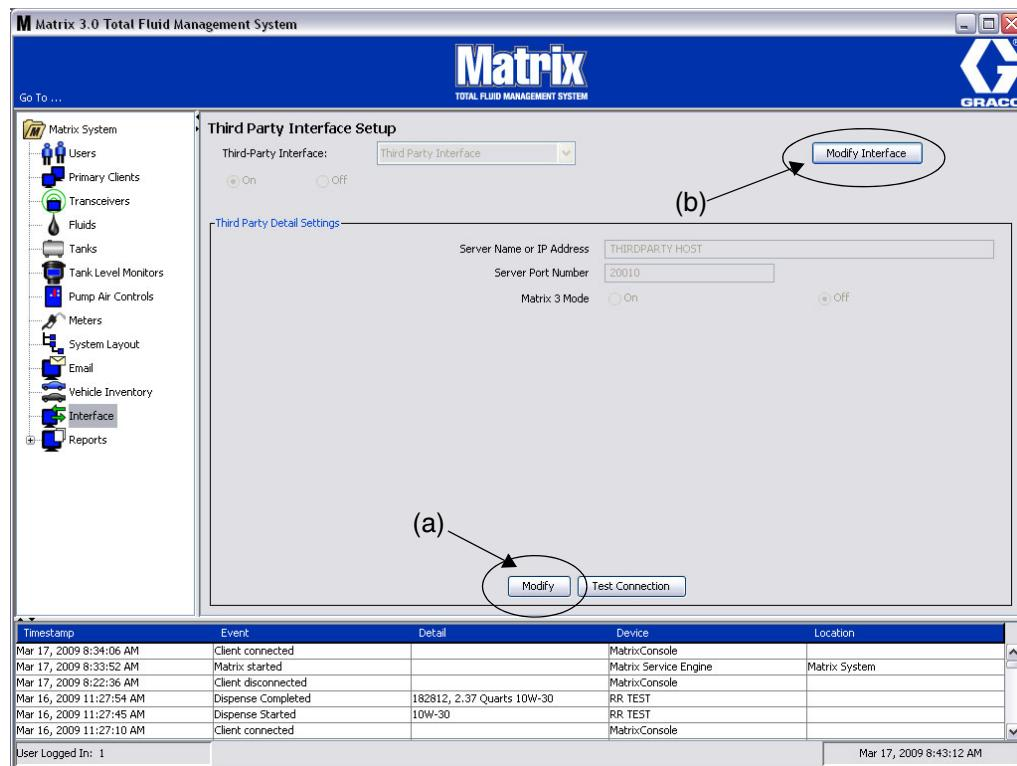
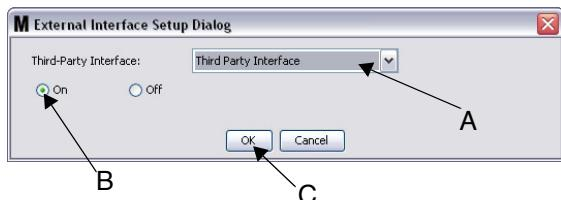

Рис. 162
Рис. 164 Диалоговое окно «External Interface Setup» [Настройка внешнего интерфейса]
- Нажмите кнопку «**Modify**» [Изменить] (а) (Рис. 162 на стр.118), чтобы отобразить диалоговое окно «External Interface Setup» [Настройка внешнего интерфейса].
1. Нажмите кнопку «**Modify Interface**» [Изменить интерфейс] (б) (Рис. 162). Появится диалоговое окно «External Interface Setup» [Настройка внешнего интерфейса] (Рис. 164). Это диалоговое окно используется для настройки стороннего интерфейса.
2. Выберите сторонний интерфейс из раскрывающегося меню (А – Рис. 164).
3. Установите переключатель «**ON**» [ВКЛ] (В – Рис. 164). Параметр «Third Party Interface» [Сторонний интерфейс] позволяет Matrix использовать сторонний интерфейс.
4. Нажмите кнопку «**OK**» [OK] (С – Рис. 164), чтобы закрыть окно и подтвердить выбор.